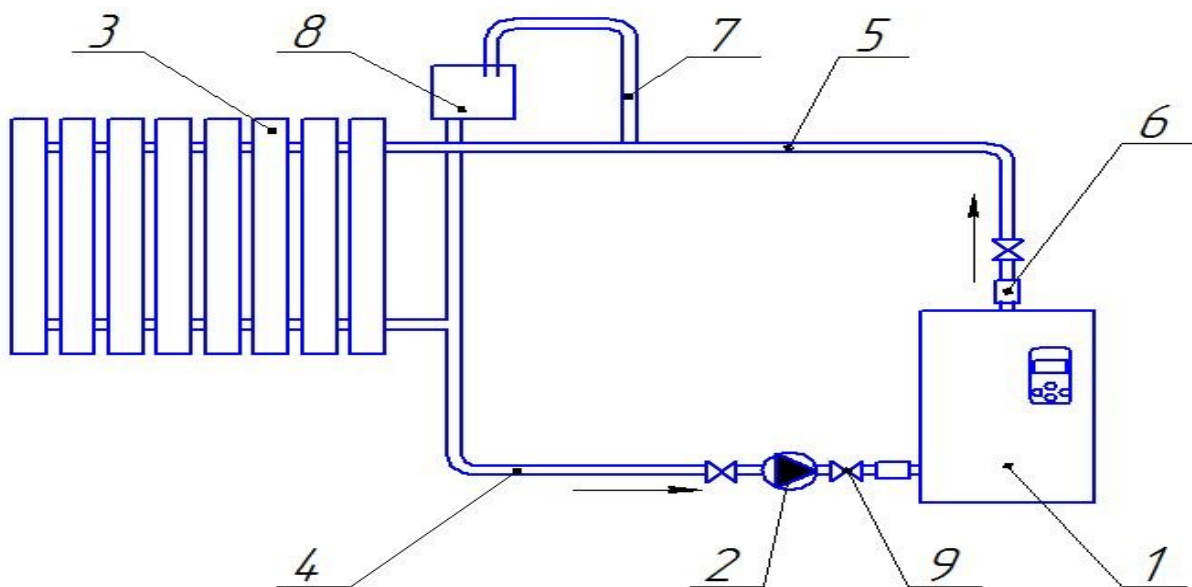
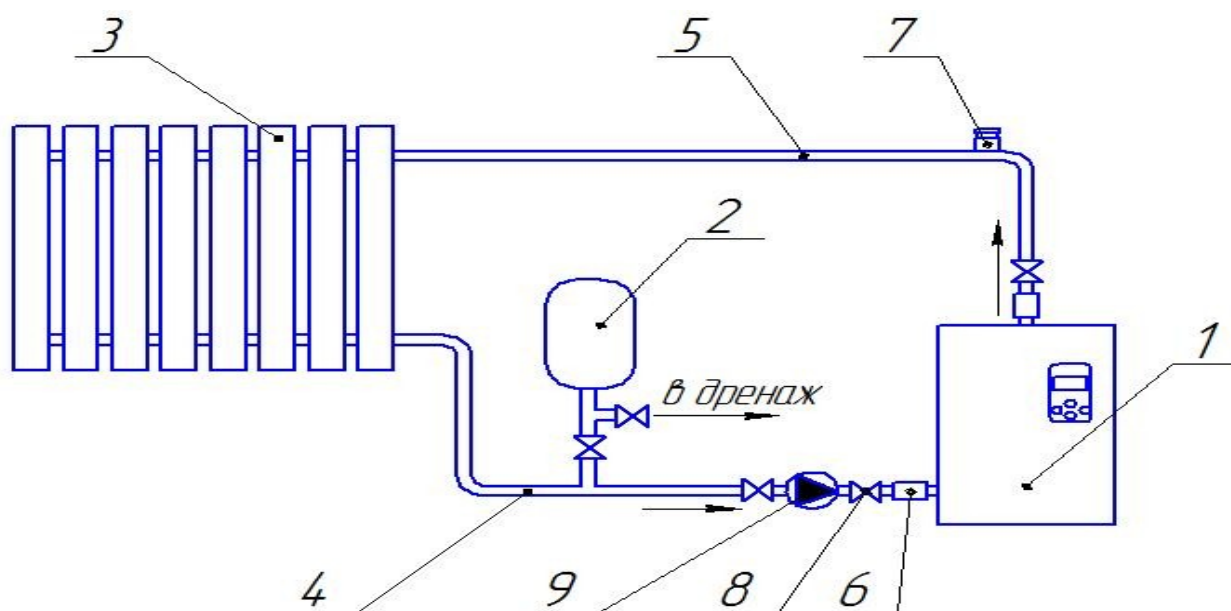

Рис.4 Упрощенная схема использования ЭВН-К в системе отопления (вариант 1)
Рис.5 Упрощенная схема использования ЭВН-К в системе отопления (вариант 2)
- Подключить ЭВН-К- к системе отопления рис. 4 или 5.
5.7 В целях улучшения циркуляции теплоносителя систему отопления рекомендуется комплектовать циркуляционным насосом (рис.4). Параметры циркуляционного насоса подбираются таким образом, чтобы в течение часа через него прогонялся трехкратный объем теплоносителя системы. При правильном монтаже циркуляционные насосы практически бесшумны. Система с принудительной циркуляцией менее критична к разводке труб, позволяет уменьшить сечение труб.
7.1 Монтаж отопительной системы (рис.4 или рис.5) производится согласно **СНиП РК 4.02-42-2006**. В качестве нагревательного прибора 3 рекомендуется использовать радиаторы. Подсоединение ЭВН-К к системе отопления осуществляется муфтами 6 с соответствующими уплотнителями.
7.2 Система отопления (рис.4) открытого типа. В такой системе необходимо предусмотреть:
7.3. Система отопления (рис.5) замкнутая, имеет расширительным бак с резиновой мембраной 2. Для такой системы необходимо учесть: